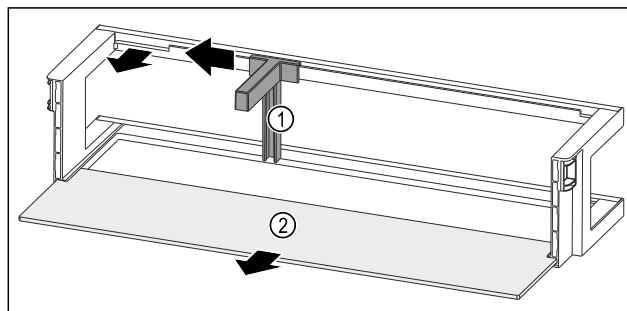

Fig. 133 Dörrfack med flaskhållare och hylla
- Skjut flaskhållaren Fig. 133 (1) åt sidan ända till ursparingen.
- Ta ut flaskhållaren Fig. 133 (1).
- Ta ut dörrfacket Fig. 133 (2).